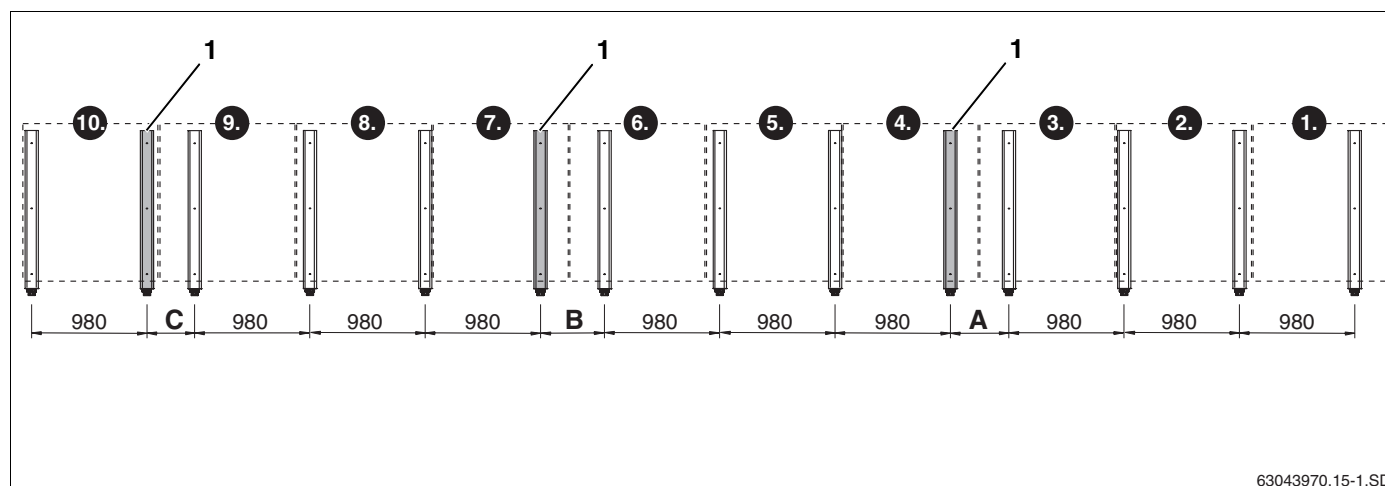

Fig. 23 Versione di base per un numero massimo di 10 collettori verticali (dati in mm)
In caso di montaggio verticale, il 4°, il 7° e il 10° collettore necessitano ciascuno di un telaio di sostegno supplementare (fig. 23, **pos. 1**).